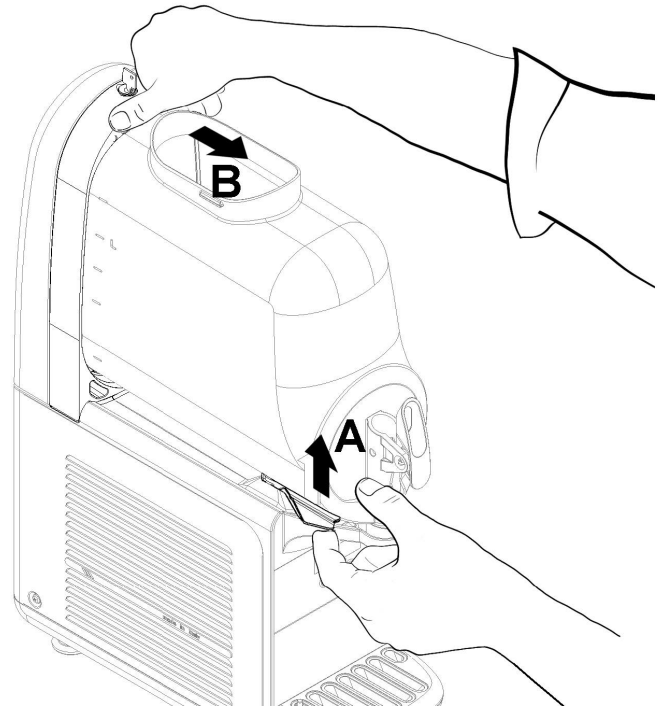
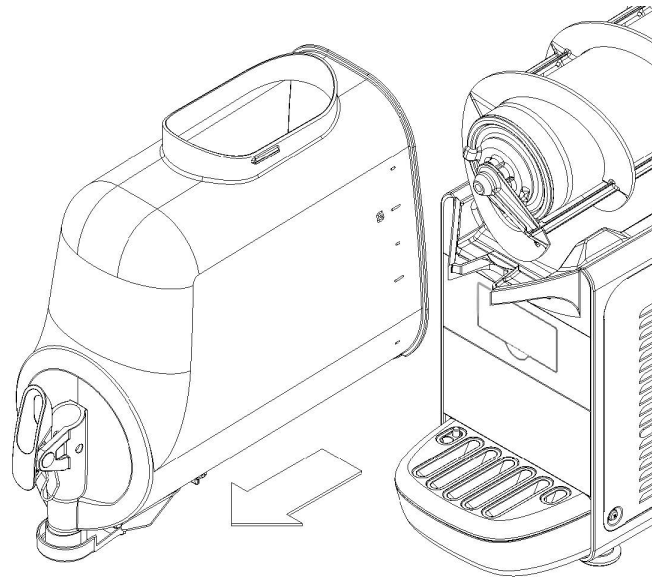

figura 30
figura 31
**2** Para desmontar el recipiente es necesario empujar hacia arriba la palanca correspondiente A (ver figura 30) y luego sacar el recipiente hacia delante B (ver figura 31).